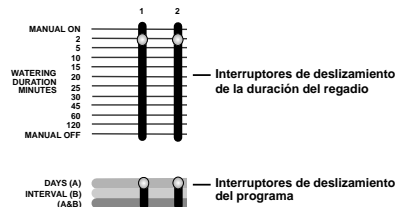

FIGURA 9: Graduadores deslizantes
- Fije el graduador deslizante de cada unidad a la que desee atribuir el programa A, B o A y B [Vea la Figura 9].